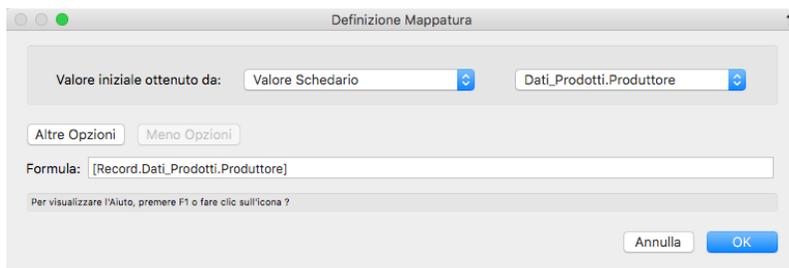

FIGURA 20
5. Si apre il dialogo Definizione Mappatura (FIGURA 20).